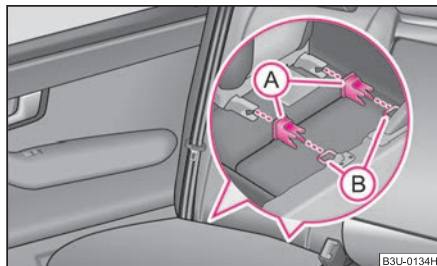

Fig. 161 Occhielli di ritegno (sistema ISOFIX)
- Innestare gli adattatori (A) sugli occhielli di ritegno (B) tra lo schienale e il cuscino del sedile ⇒ fig. 161.